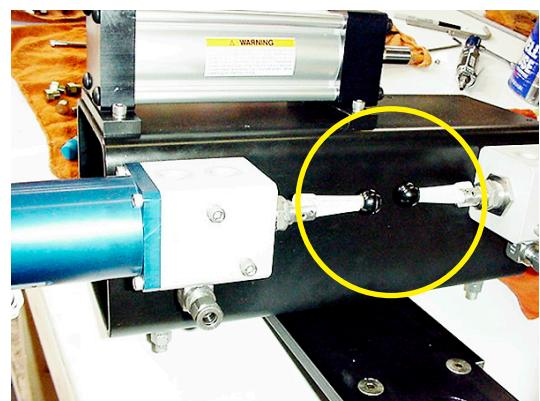

Figura C1.4-2 Palancas de anulaci n manual de solenoides (Posici n B)
2. Si la unidad es de falla en el lugar durante la p erdida de potencia, coloque ambas v lvulas solenoides en la posici n B como se muestra en la Figura C1.4-2.